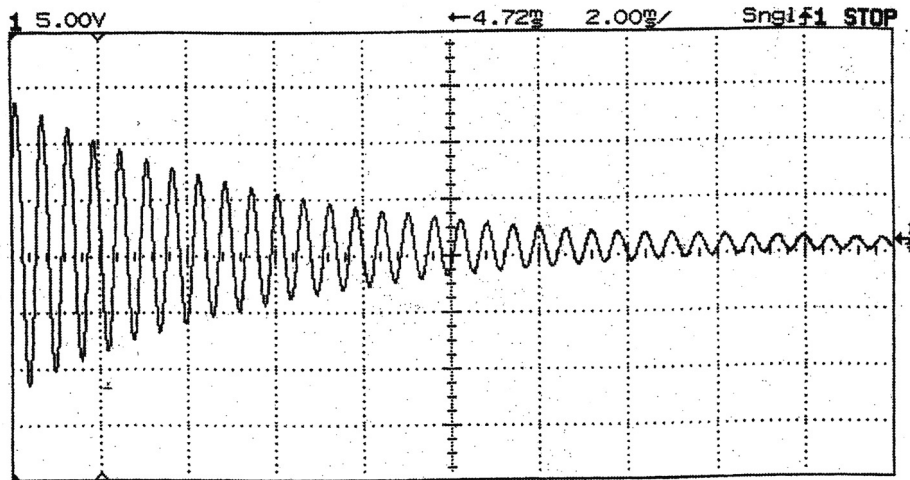
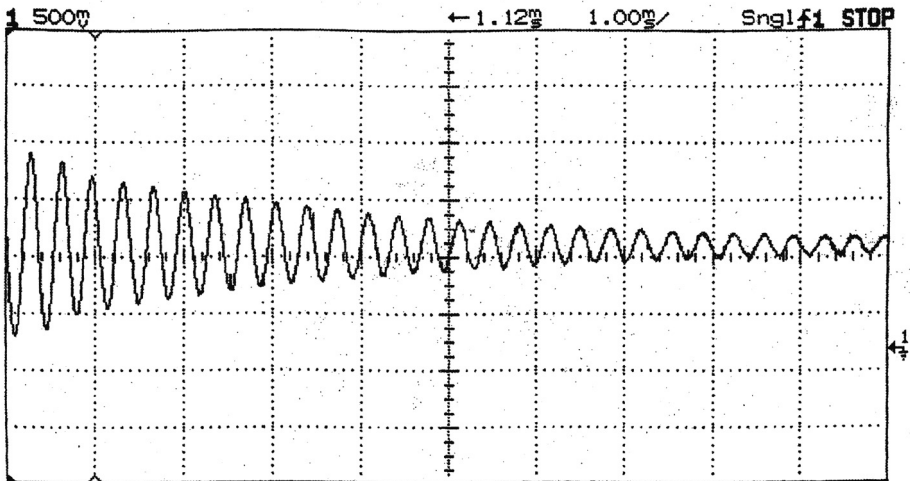

Figure 3a Mode (M') Balayage : 2,00 ms/carreau
Figure 3b Mode (M'') Balayage : 1,00 ms/carreau
B.2.3. Le montage de la figure 2 a été réalisé avec des bobines disponibles au lycée, avec les valeurs affichées par le constructeur : $L = 9 \text{ mH}$, $r = 2,5 \Omega$, et des capacités $C = 1 \mu\text{F}$, $\Gamma = 1 \mu\text{F}$ obtenues avec des boîtes étalonnées. Pour ces valeurs sont représentées ci-dessous les chronogrammes concernant les évolutions temporelles de tensions, non précisées, aux bornes de certains condensateurs. La figure 3a) concerne une évolution sur le mode (M') et la figure 3b) est relative au mode (M'').